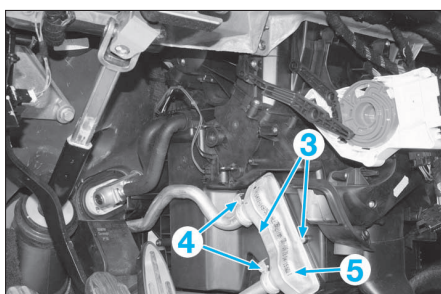

FIG. 19
- Dévisser les fixations (3) du radiateur et (4) des raccords (Fig.19).
- Déposer le radiateur de chauffage (5).